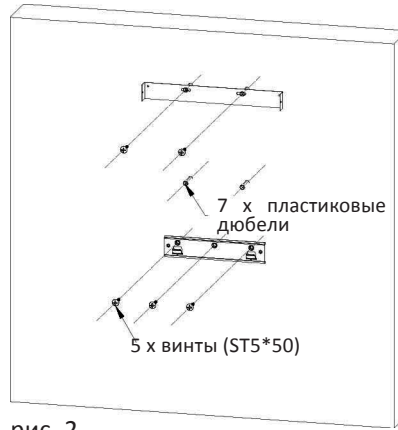

рис. 2
2. Вставьте пластиковые дюбели в отверстия и закрепите крепежные планки винтами. (рис.2)